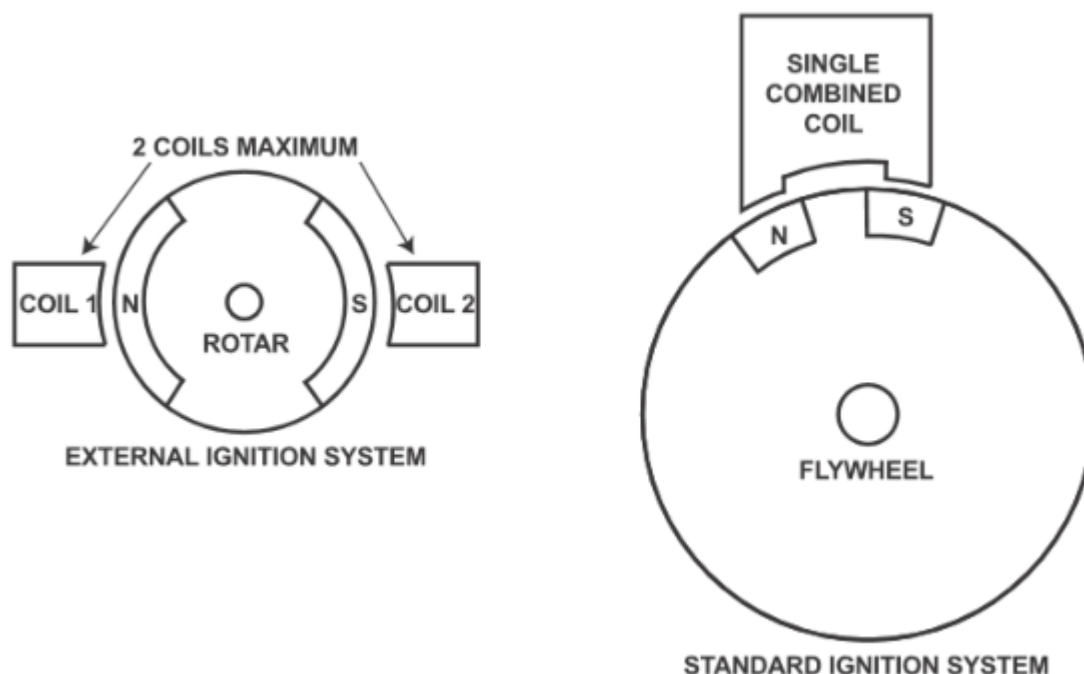

Figura 27: Tipi di accensione motore 1/5 TC
7.3.3 **Anticipo accensione:** deve essere fisso (bloccato); sono permesse variazioni di anticipo non in movimento ma effettuate solo manualmente. Tutte le accensioni devono essere fissate meccanicamente al carter del motore. Il volano può avere solo uno (1) paio di poli magnetici (Nord e Sud) vedere Figura 27. Ci possono essere solo un massimo di due (2) bobine (o un singolo combinato LT e HT: bobina con il tipo di accensione standard; oppure due bobine LT per i sistemi di accensione esterni che lavorano con il volano / rotore, vedi Figura 27.